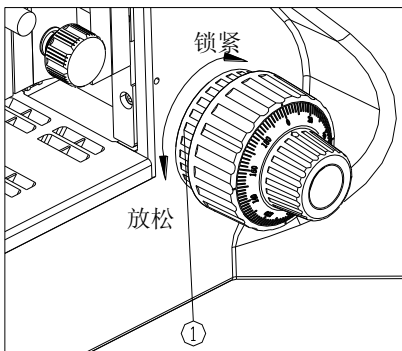

图 17
如果在粗调焦时手感很重，不舒适或者调焦后样品很快离开焦平面，载物台自行下降，这些可通过调节松紧调节环①来解决，按图示方向旋转即可改变调焦机构的轻重。（如图 17）